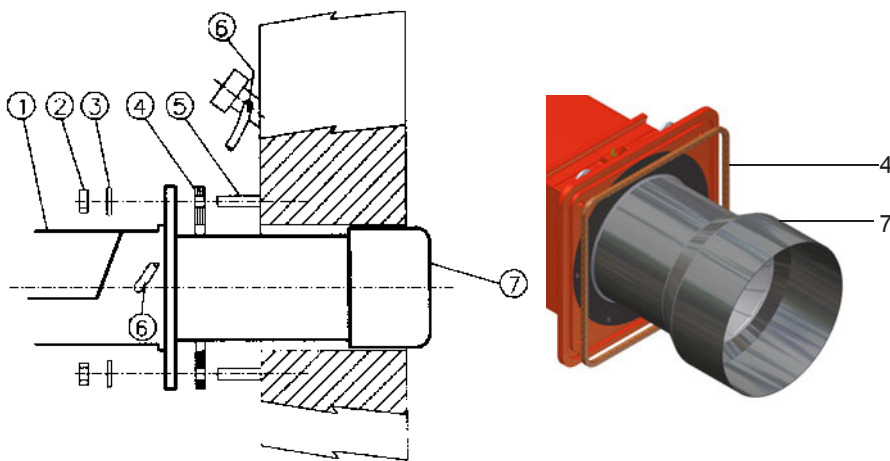

Рис. 4
- 2). завинтить (5) крепежных винта, в соответствии с шаблоном для просверливания отверстий, описанного в параграфе “Габаритные размеры” ;
- 8) закрепить с помощью гаек винты котла согласно схеме данной на Рис. 4.